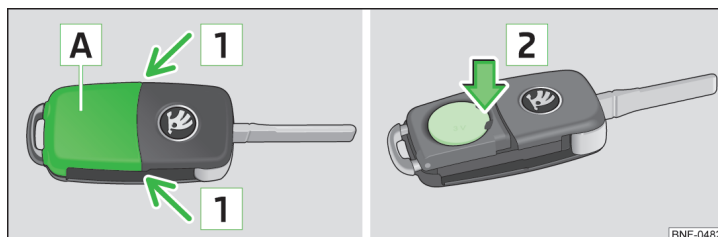

Fig. 119 Desmontar la tapa / extraer la pila
- Presione la tapa de la pila **A** » fig. 119 pulsando con el pulgar o con un destornillador plano en la zona de la flecha **1**.